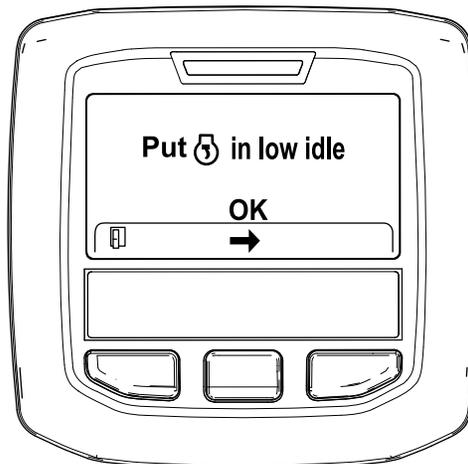

Рисунок 46
6. Переведите дроссельную заслонку в положение МАЛОЙ ЧАСТОТЫ ВРАЩЕНИЯ ХОЛОСТОГО ХОДА и нажмите среднюю кнопку (Рисунок 46).